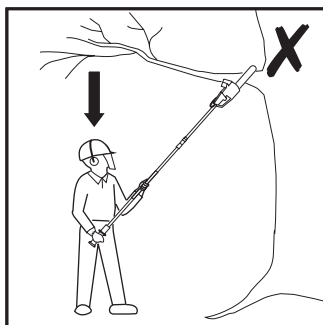

Rys. 33
1. Przed przystąpieniem do pracy należy upewnić się, że osłona prowadnicy (18) została zdjęta, a akumulator (32) jest zamontowany.
3. Zawsze pewnie trzymać urządzenie obiema rękami za miękką powierzchnię chwytu (7a) i uchwyt tylny (1). Nie wolno obsługiwać urządzenia tylko jedną ręką (rys. 33).